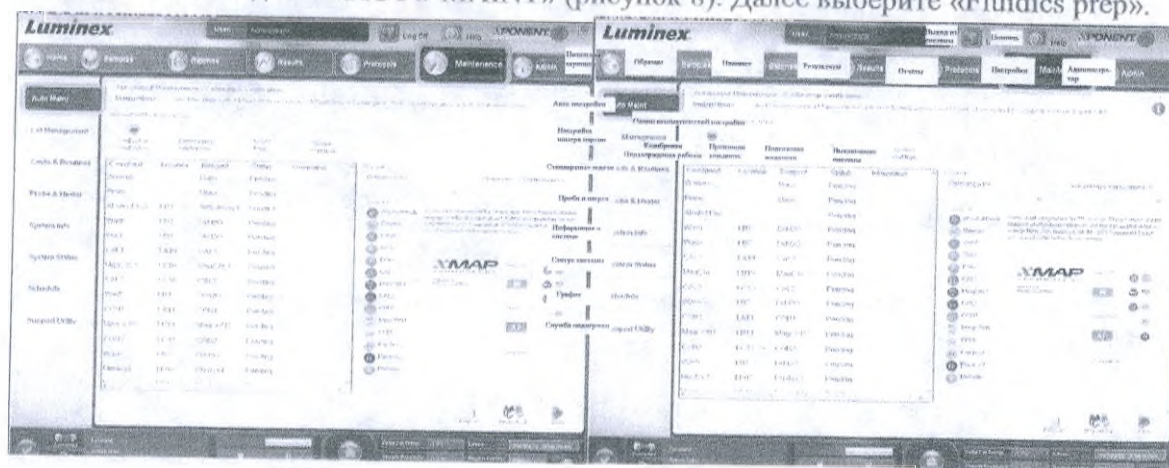

Рисунок 8 – Окно программного обеспечения
6. Для начала работ в программном обеспечении xPONENT выберите вкладку «Maintenance» далее «AUTO MAINT» (рисунок 8). Далее выберите «Fluidics prep».
1. Для завершения работ в программном обеспечении xPONENT выберите вкладку «Maintenance» далее «AUTO MAINT» (рисунок 8). Далее выберите «SYSTEM SHUTDOWN» («ОТКЛЮЧЕНИЕ СИСТЕМЫ»).